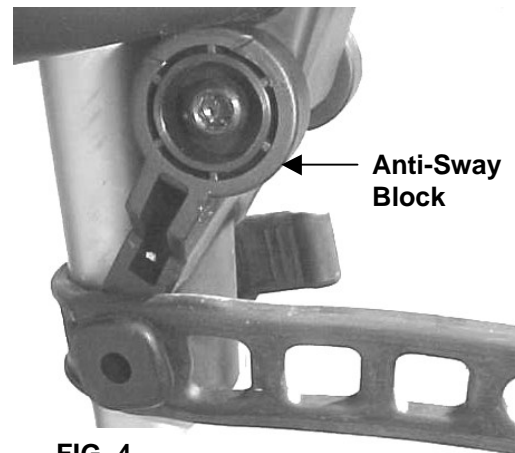
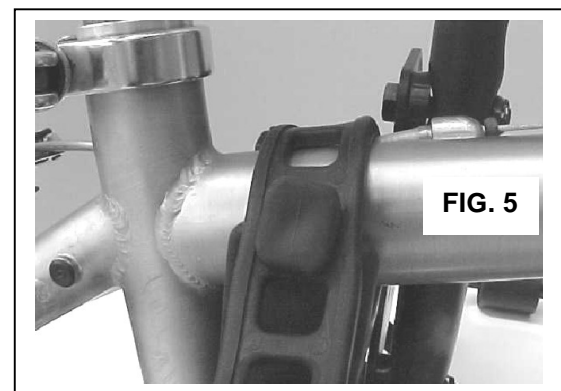

FIG. 4
FIG. 5
Pull the strap around the frame and hook it onto the small anchor on the other side of the cradle (**Fig. 4**). Note that it may be necessary to rotate the cradle and strap position to fit around the bicycle frame.
Use the Anti-Sway block that sits below one of the cradles (for each bike) to stabilize the bike by placing the strap around the seat tube (*not* seat post) of each bike (**Fig. 5**). You may need to rotate the Anti-Sway block, and in some cases you may need to remove it completely. This would be the case on very small bikes, or bikes with restricted mounting space due to creative frame design.
3. Attacher les crochets supérieurs au dessus du coffre/ hayon arrière. Serrer les sangles fermement (fig 3.). Placer les sangles inférieures/crochets sous le pare-choc ou au bas du coffre/ hayon arrière. Serrer fermement. Installer les sangles latérales horizontalement du F6 sur le côté du coffre/hayon et serrer fermement (fig 4.)
Attacher les sangles de caoutchouc aux berceaux porteurs sur les bras de support à travers un trou round à l'extrémité de la sangle avant de monter les vélos. Attachés les sangles des berceaux du côté du véhicule seulement.. Placer le vélo le plus lourd en premier sur le F6 (le plus proche du véhicule), en mettant le tube supérieur du cadre sur les berceaux en caoutchouc. Le guidon doit être du côté du conducteur. S'assurer que les pédales du vélo ne touchent pas ou ne toucheront pas le véhicule. Attacher fermement les 3 sangles en caoutchouc comme sur la Fig. 4, Fig. 5. Répéter les mêmes instructions pour le prochain vélo en le mettant dans l'autre sens (guidon vers le passager). La direction du troisième vélo est la même que le premier.